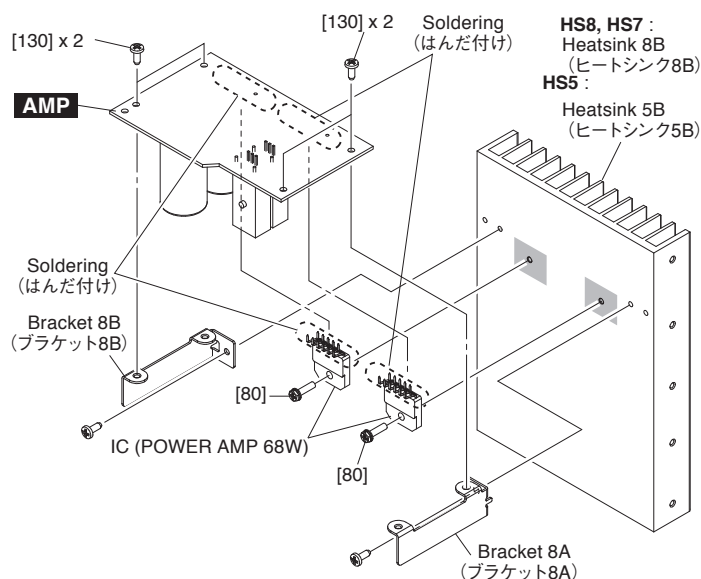

Fig. 6 (図6)
- 5-3 Remove the two (2) screws marked [80] and the four (4) screws marked [130]. The heatsink 8B (HS8, HS7) / 5B (HS5) can then be removed from the AMP circuit board. (Fig. 6)
- 5-4 Unsolder the leads of the AMP circuit board. The AMP circuit board and IC (POWER AMP) can then be separated. (Fig. 6)
- 5-3 [80] のネジ 2 本と [130] のネジ 4 本を外し、AMP シートからヒートシンク 8B (HS8, HS7) / 5B (HS5) を外します。(図 6)
- 5-4 AMP シートのハンダ付け部からハンダを取り除き、AMP シートと IC (POWER AMP) を別けます。(図 6)